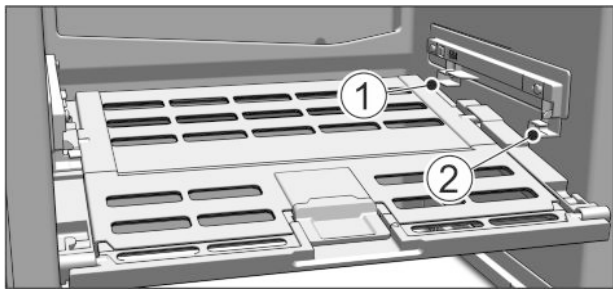

Fig. 62
- Вставлення кришки відділення Fruit & Vegetable-Safe: вставити поперечні ребра кришки знизу у задній тримач Fig. 62 (1) і зафіксувати спереду у тримачі Fig. 62 (2).